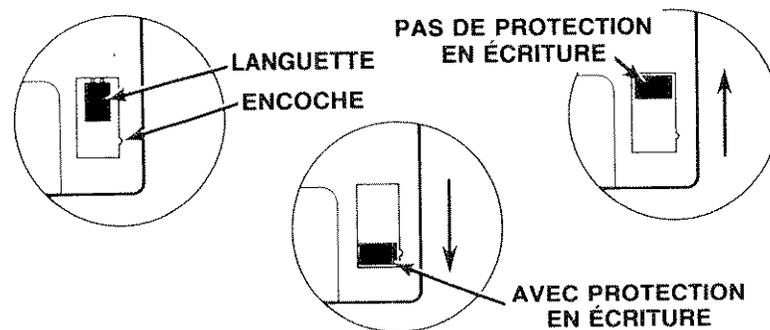

Figure 7 : Protection en écriture pour le HP 9121
- Regardez la figure 6 si vous souhaitez protéger en écriture un disque double face, et la figure 7 si vous desirez protéger en écriture un disque simple face.